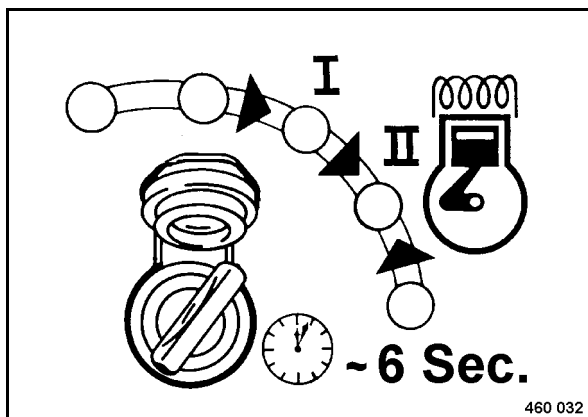

Fig. 42
- Girare la chiave di accensione (Fig. 42) oltre la posizione "I" nella posizione "II" e tenerla ferma per ca. 6 secondi.